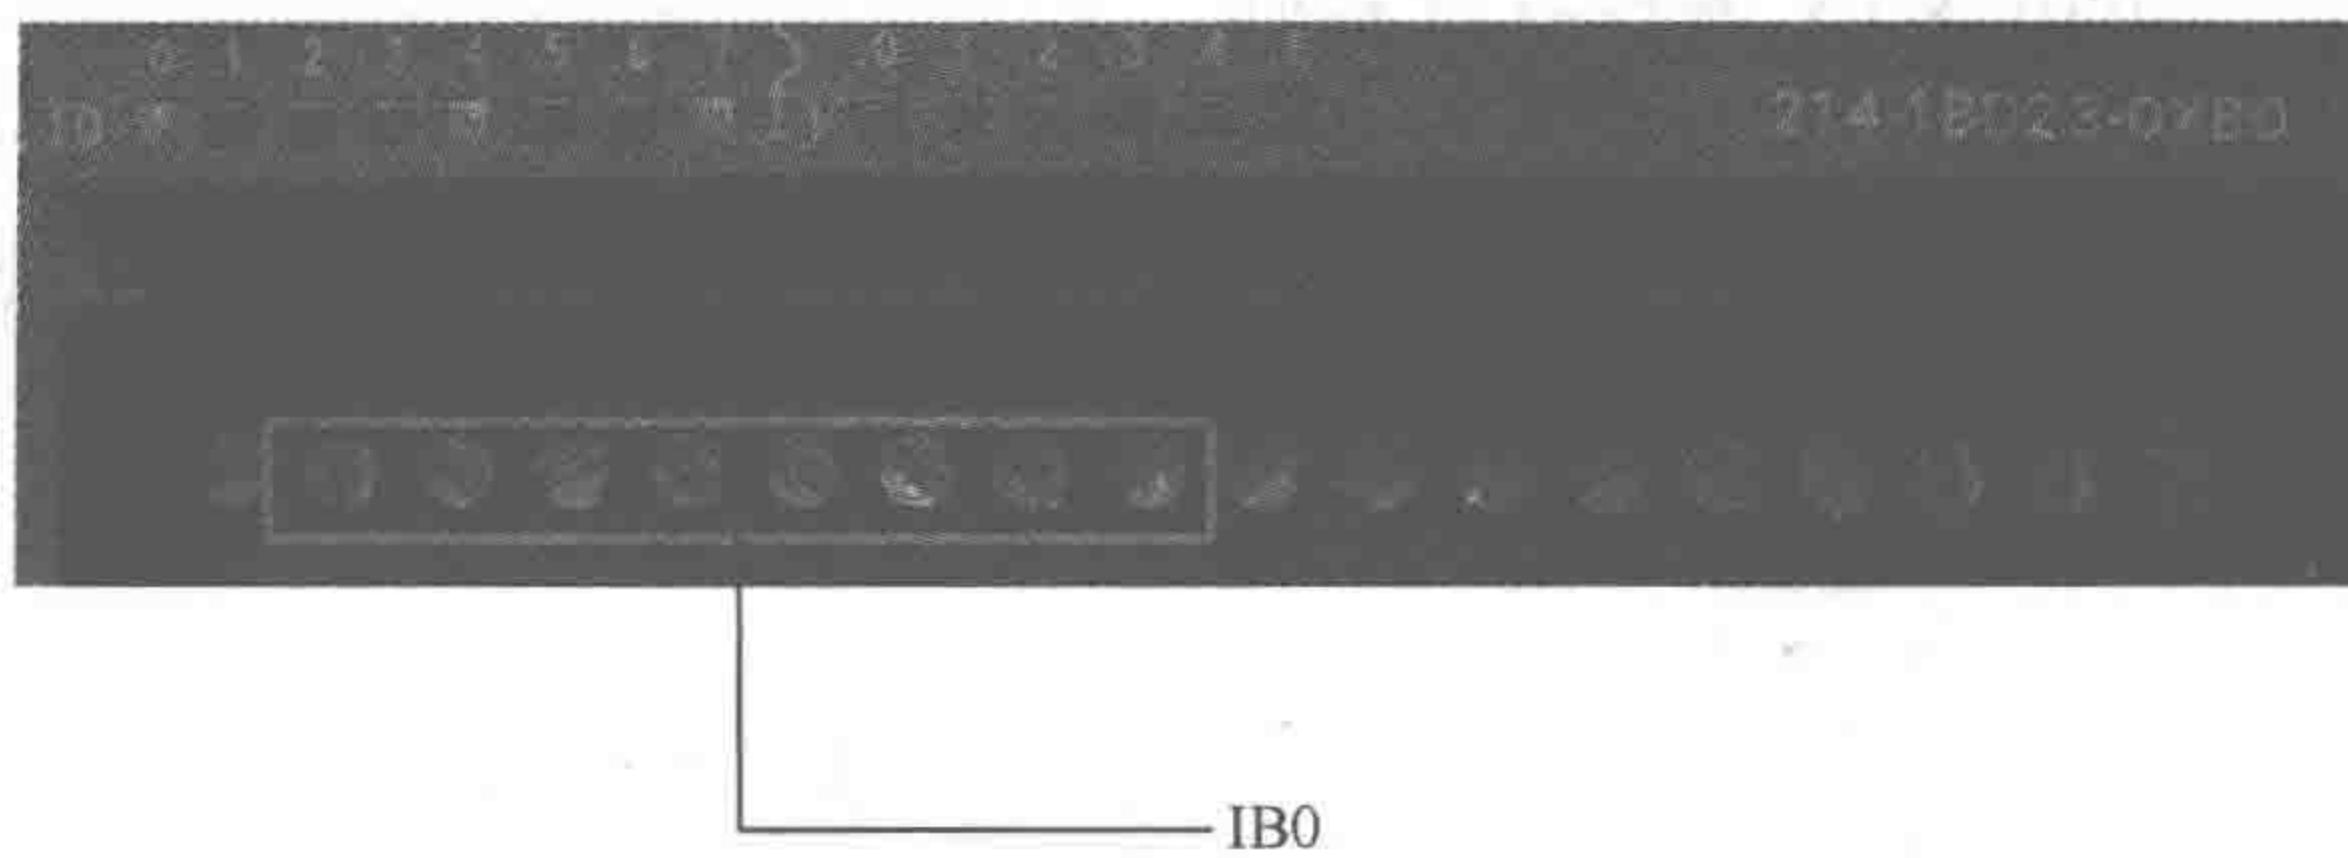

图 1-1-10 IBO 的物理输入
(2) 字节、字或双字:I[数据长度],[起始字节地址],例如:IB0(图 1-1-10)。